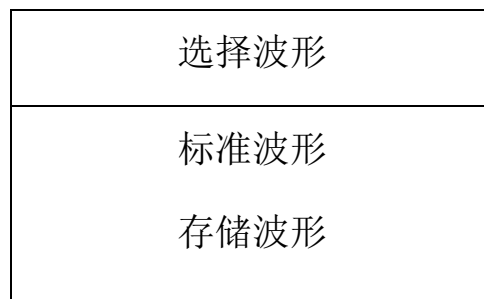

图 4.4-2
(3) 波形处理：光标在 上时，按下“确认”键，再利用光标↑↓键可对屏显波形扩展或压缩处理，注意在没有屏显波形时此功能无效。
(4) 同屏比较：光标在 位时，按下“确认”键。进入同屏比较功能，屏幕弹出第二菜单如下图 4.4-2。